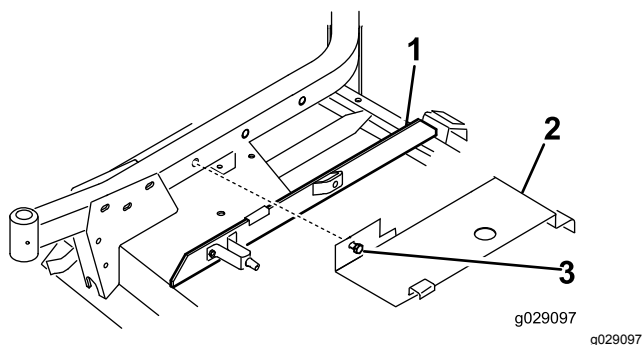

図 24
1. 右側ブリッジバーの上にトリムモールディングを差し入れ、スプリングブラケットの側面がトリムモールディングの遠い方のエッジから 10cm の距離になるように位置決めする 図 24。
2. カバー取り付けボルトを右キャストアームの穴に入れ、デッキカバー 図 24 の後部を後チャンネル